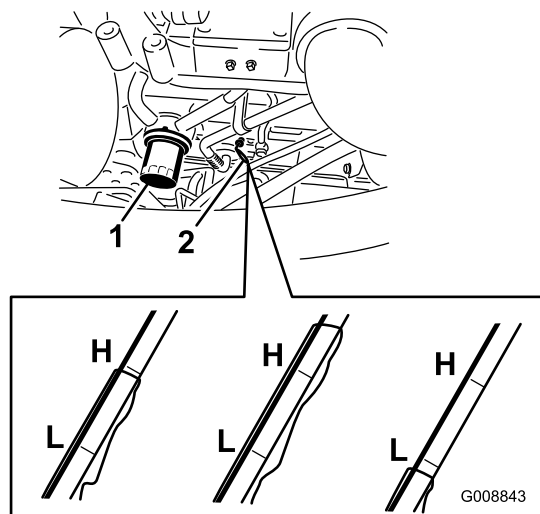

Bild 59
2. Entfernen Sie den Peilstab (Bild 59), wischen ihn ab und führen ihn wieder in das Rohr ein; ziehen Sie ihn dann wieder heraus. Der Ölstand sollte an der Voll-Marke sein.
2. Entfernen Sie den Ölfilter (Bild 59). Ölen Sie die neue Dichtung am Ölfilter leicht mit frischem Öl ein, bevor Sie den Filter eindrehen. **Ziehen Sie nicht zu fest.**